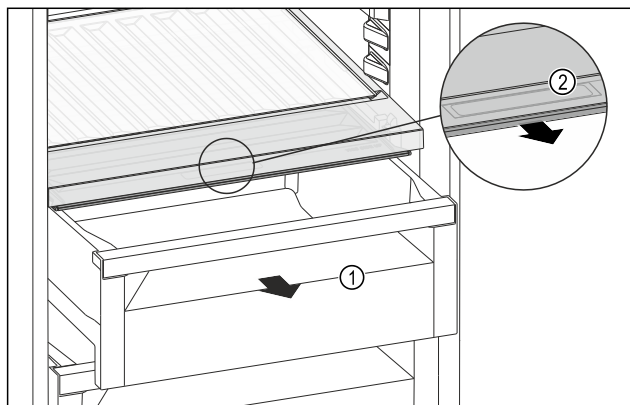

Fig. 203
- Zásuvku Fig. 203 (1) vytáhněte.
- Uchopte prohlubeň pro rukojeť Fig. 203 (2) na víku zásuvky a současně zatáhněte za víko zásuvky směrem dopředu.